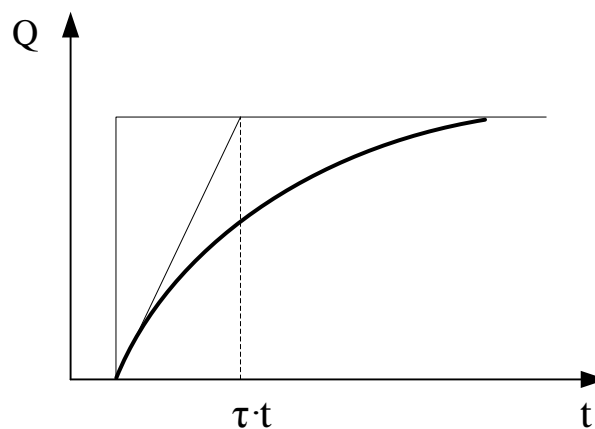

Рисунок 2
1.2.7 Расходомер имеет функцию демпфирования (сглаживания) показаний расхода. (см. рисунок 2). Коэффициент демпфирования τ может быть установлен в пределах от 1 до 3. Функция демпфирования может быть отключена заданием коэффициента τ равным 0. Коэффициент τ также задает «отсечку» минимального расхода, при $\tau = 0$ отсечка составляет 0,1 % от $Q_{\text{наиб}}$, при $\tau = 1$ – 0,2 %, при $\tau = 2$ – 0,3 %, при $\tau = 3$ – 0,4 %.